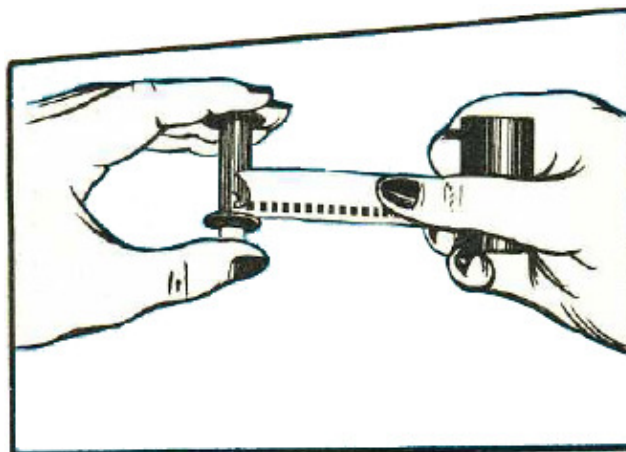

Рис. 10
2. Вытащив из кассеты свободный конец плёнки на длину не более 10 см, закрепите его на приёмной катушке под пружиной (см. рис. 10) так, чтобы первое перфорированное отверстие плёнки стало чуть дальше выступа пружины, и потяните плёнку обратно – выступ пружины зайдёт в отверстие и удержит плёнку. Нижний край плёнки установите под прямым углом к оси катушки, вплотную к фланцу.